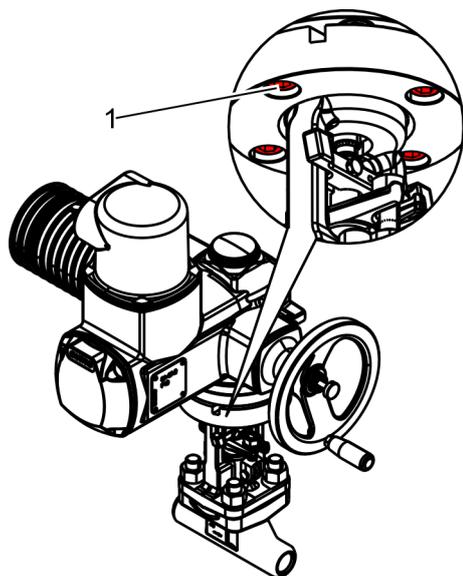

Fig. 36: Retirar los tornillos
2. ➤ Suelte los tornillos (Fig. 36/1) del accionamiento eléctrico y retírelos junto con las arandelas.